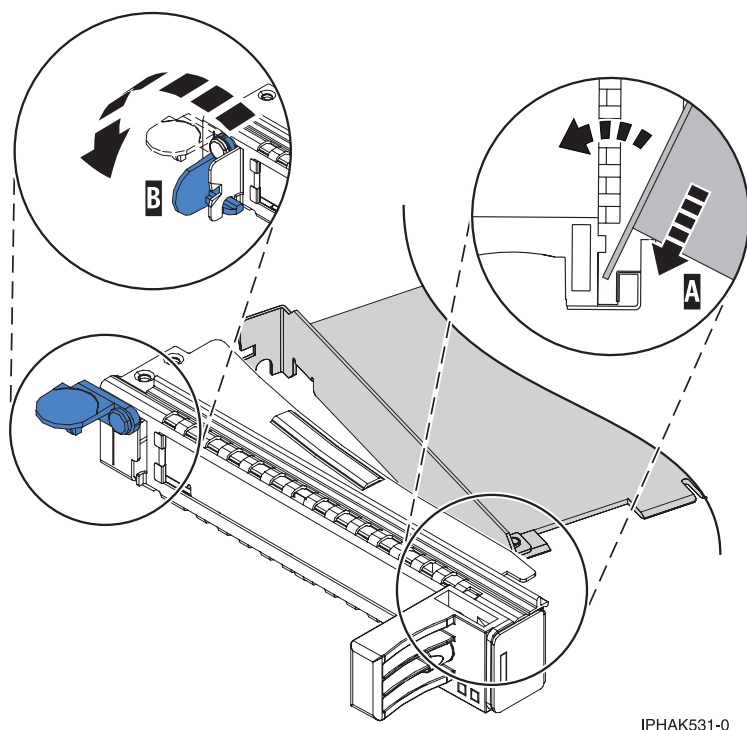

Figura 57. Adaptador que s'ha tret del casset d'adaptadors PCI d'amplada simple
- a. Amb l'armella de la contrapunta en posició d'obert, inseriu l'adaptador amb fermesa al canal (A) de retenció de la contrapunta. Consulteu Figura 57 a la pàgina 67.
c. Tanqueu l'armella de la contrapunta (**B**). Consulteu Figura 57.